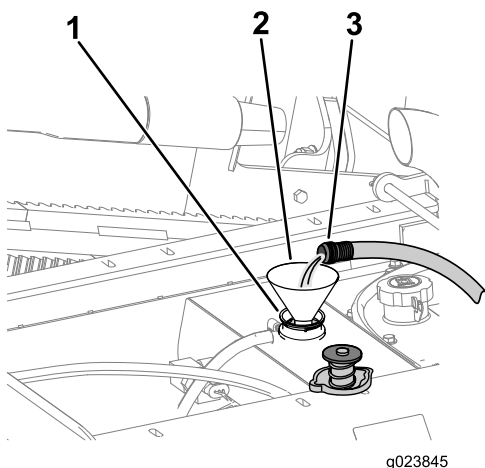

Figura 143
- B. Adicione água limpa até encher o radiador (Figura 143).